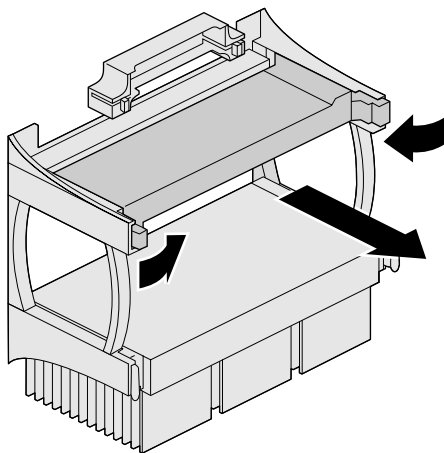

图 6-1 拆除处理器端接卡
5. 如要安装辅处理器，请从辅处理器插槽上拆除处理器端接卡。具体操作如图 6-1 所示。向内推动端接卡 外部边缘上的闩锁，从插槽中拉出端接卡。